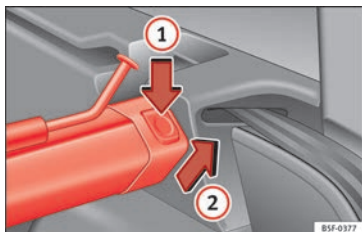

Fig. 169 Dans le coffre à bagages : démonter le filet de séparation.
- Appuyez sur la touche de déverrouillage gauche ou droite » fig. 169 dans le sens de la flèche (1).
- Retirez la structure du support dans le sens de la flèche » fig. 169 (2).
- Appuyez sur la structure sur les supports gauche et droit dans le sens contraire à la flèche » fig. 169 (2) jusqu'à ce qu'elle s'enclenche.